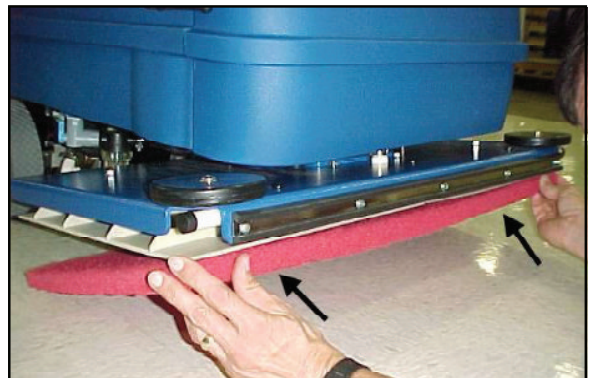

Рисунок 15
5. Нажмите на щётку или полировальник под гибкими пластинами. Смотри рис. 15.